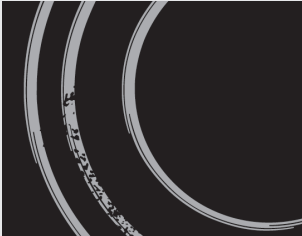

Abb. 5
**Zucker und zuckerhaltige Lebensmittel** können die Glaskeramik-Oberfläche dauerhaft beschädigen (Abb. 5), deswegen ist es notwendig, Zucker und Süßspeisen sofort mit einem Schaber von der Glaskeramik-Oberfläche zu entfernen, obwohl die Kochzone noch heiß ist (Abb. 4).